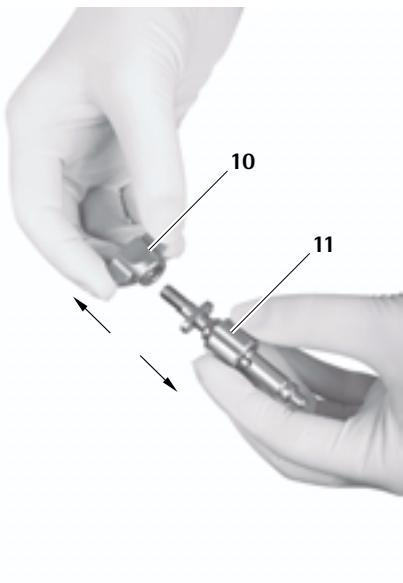

Fig. 17
- Svitare il dado ad alette **10** dell'adattatore braccio di tenuta **11**, vedere Fig. 17.